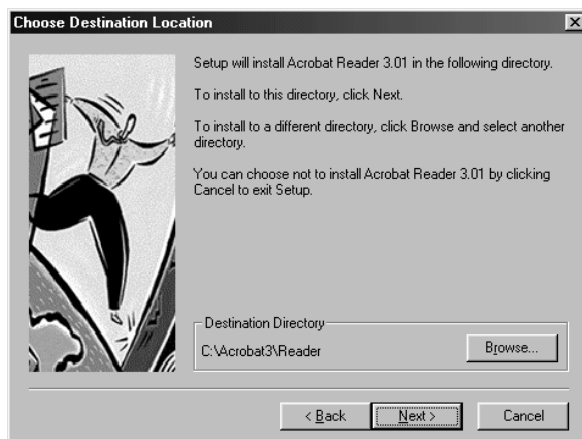

Figure 25 : définition du répertoire
4. Sélectionnez le répertoire pour l'installatin du programme et cliquez sur 'Next' pour continuer l'installation (Figure 25). Maintenant, les fichiers sont copiés. La Figure 25 est affichée quelque temps plus tard.